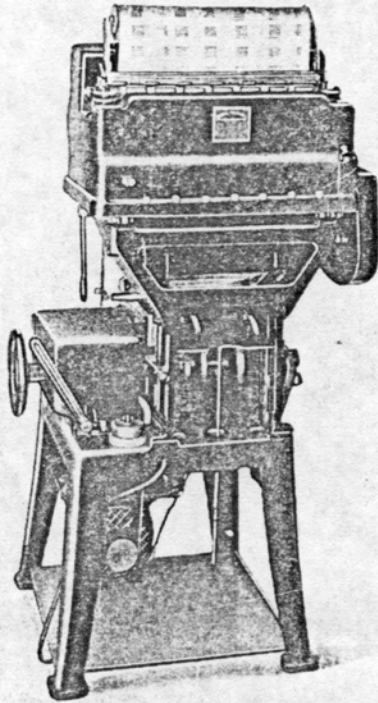

Fig. 10. — Tabulatrice Powers.
*Tabulatrice* (fig. 10 et 11). — La tabulatrice Powers est imprimante et de grande capacité : 7 totalisateurs directement mus par les cartes et 3 totalisateurs Duplex, c'est-à-dire additionnant les totaux des totalisateurs directs ; la machine tire d'ailleurs les totaux sans ralentissement.